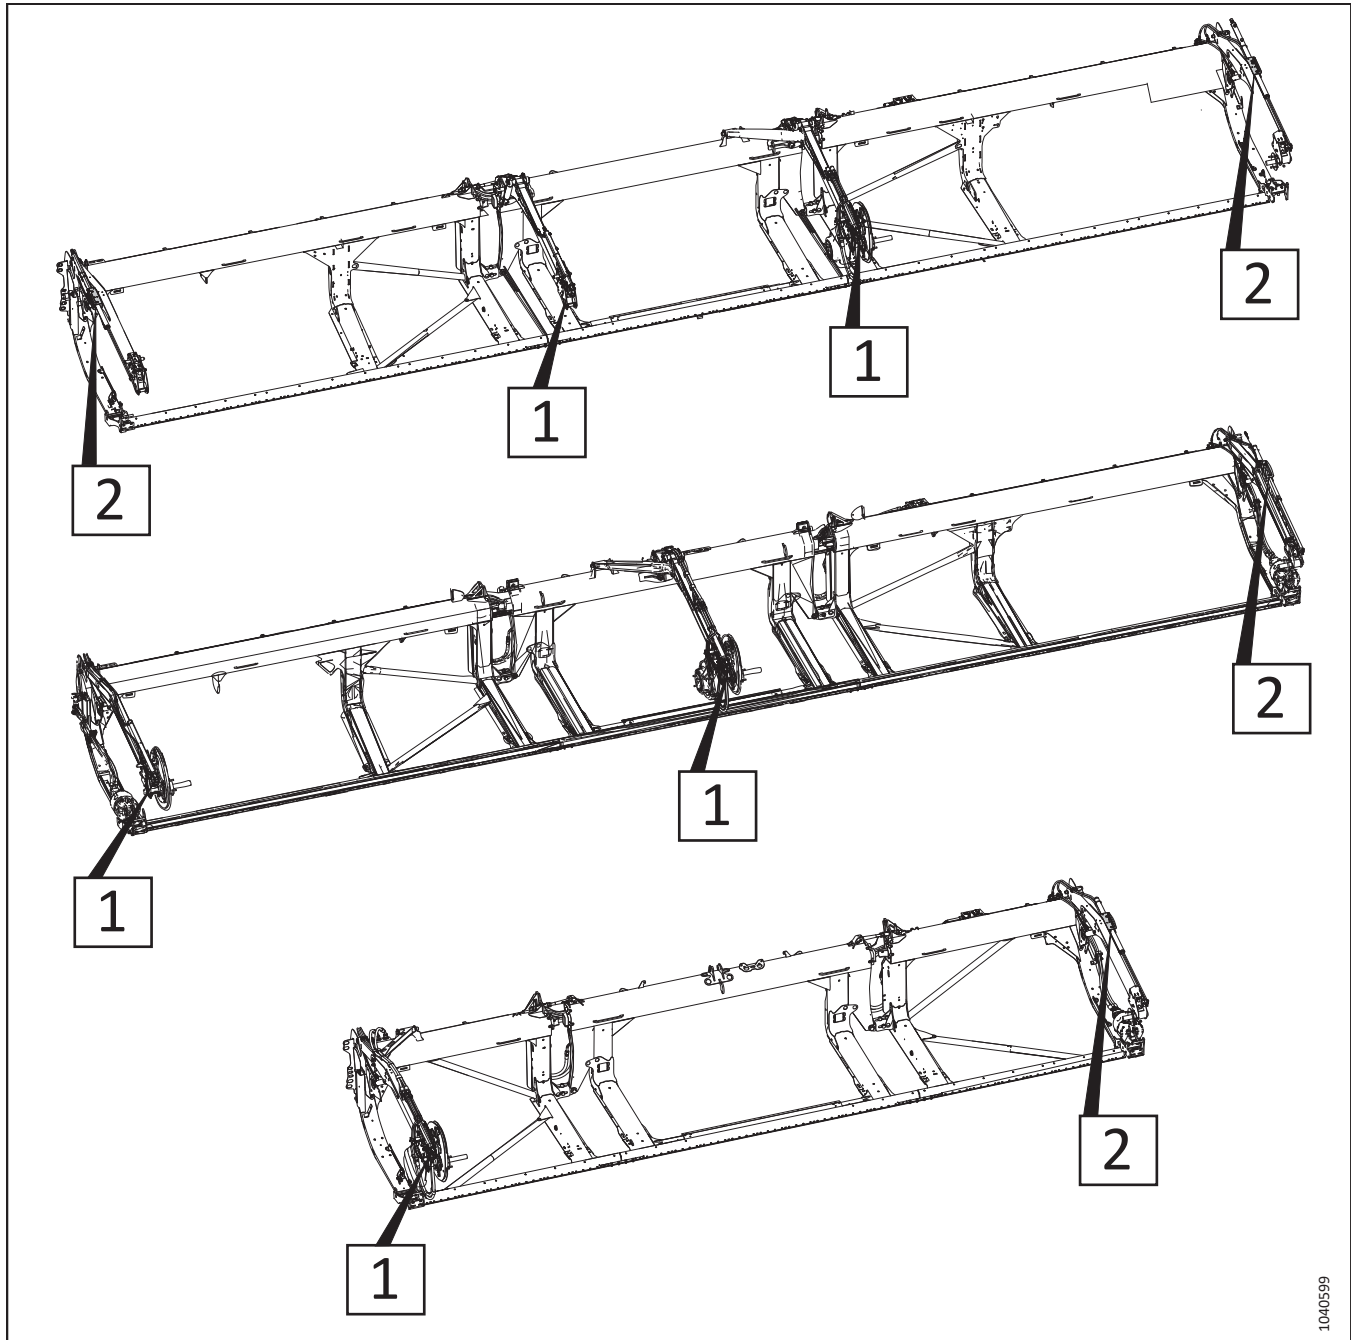

Abbildung 3.211: Einstellbare Horizontalzylinder – Verfahrensreferenznummern
5. Siehe Abbildung 3.211, Seite 185, um die Verfahren zur Einstellung der Haspelhorizontalzylinder für den entsprechenden Schneidwerkstyp zu ermitteln. Die Nummer in der Abbildung bezieht sich auf eines der folgenden Verfahren: